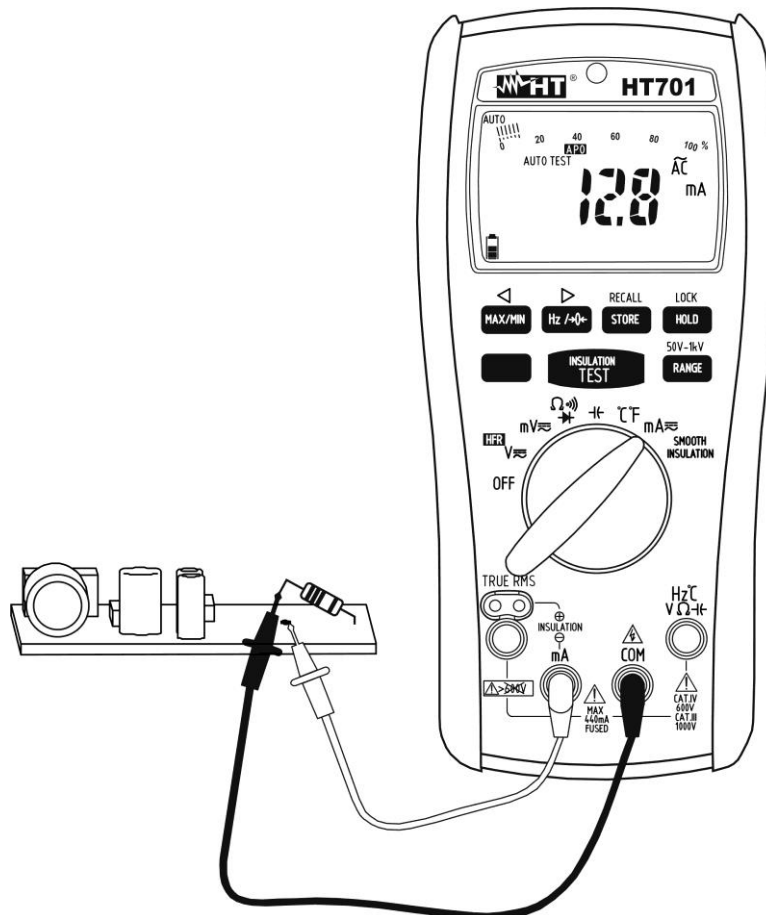

Fig. 5 : Utilisation de l'instrument pour mesure de courant AC
5. Insérer le câble rouge dans l'entrée du jack **mA** et le câble noir dans l'entrée du jack **COM** (voir Fig. 5).